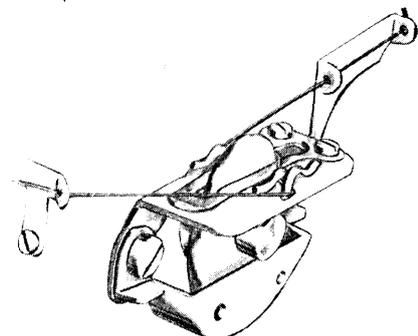

fig.20
h) Regolazione camma tendifilo (fig.20)